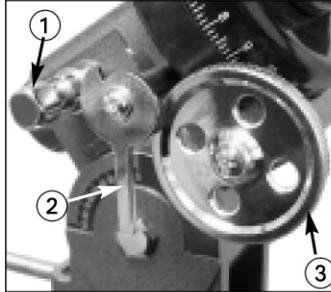

Fig. 11: (1) Eje para montaje de motor, (2) Clutch de motor, (3) Engrane de motor.
Nota: Antes de intentar la instalación del motor de A.R. en su telescopio Modelo 114/900 EQ-AST, asegúrese que el telescopio esté completamente ensamblado de acuerdo a las instrucciones de este manual. Las partes del telescopio que se utilizan en los siguientes procedimientos se indican en las **Figs. 11 y 12**.
3. Acomode el clutch del motor (**1, Fig. 15**) de tal manera que apunte hacia arriba. Entonces inserte la ranura circular del motor (**2, Fig. 15**) en la flecha para el motor (**2, Fig. 11**). Asegúrese que la flecha del motor esté colocada justo abajo del engrane de A.R. del telescopio (**3, Fig. 11**).